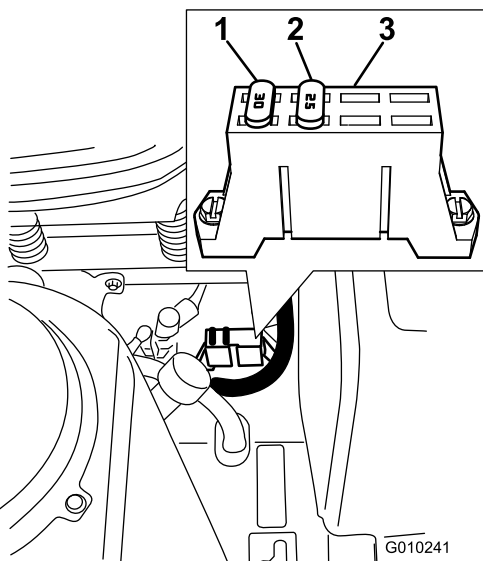

Figura 44
1. Los fusibles están situados en la consola de la derecha, junto al asiento (Figura 44).
3. Instale un fusible nuevo (Figura 44).